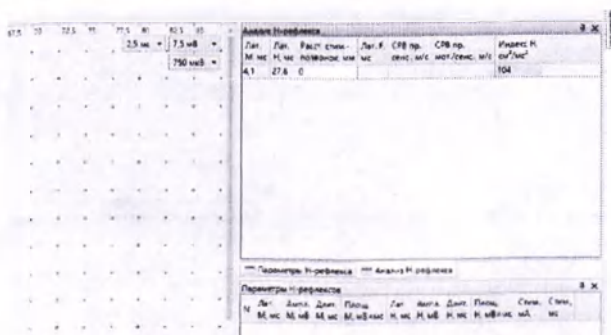

Рис. 159. Таблица параметров латентности Н-рефлекса
2. Параметры латентности Н-рефлекса можно увидеть в таблице (рис. 159).